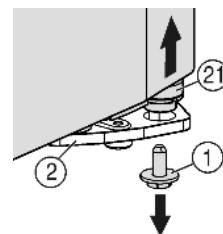
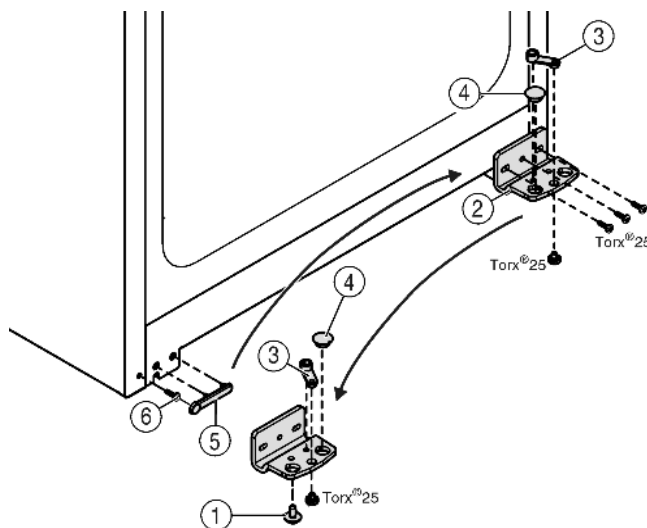

Fig. 4
Fig. 5
- Внизу справа на опорном кронштейне выкрутите фиксирующий винт Fig. 4 (1).
- Опорный палец Fig. 4 (21) можно извлечь из опорного кронштейна Fig. 5 (2).
- Если не удастся извлечь опорный палец Fig. 4 (21), нажмите на него снизу.
- Открутите опорный кронштейн Fig. 5 (2).
- Открутите опорную деталь Fig. 5 (3) и, переставив в отверстие на противоположной стороне опорного кронштейна, снова прикрутите.
- Извлеките заглушку Fig. 5 (4) из опорного кронштейна и переставьте ее в отверстие на противоположной стороне опорного кронштейна.
- Осторожно снимите крышку со стороны ручки Fig. 5 (5).
- Выкрутите болт Fig. 5 (6) и вкрутите на противоположной стороне.
- Снова установите крышку Fig. 5 (5).
- Снова прикрутите опорный кронштейн Fig. 5 (2) на новой стороне шарнира (**с моментом 4 Нм**). При необходимости используйте аккумуляторный шуруповерт.
- ▶ Вкрутите фиксирующий винт Fig. 4 (1) внизу в опорный палец и затяните (с моментом 4 Нм).